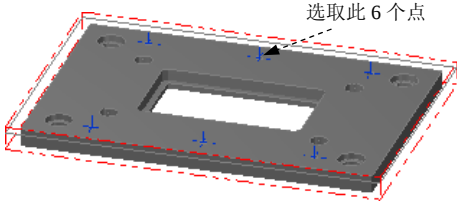

图 2.21 定义钻孔点
Step1. 选择下拉菜单 **T 刀具路径** → **D 钻孔** 命令，系统弹出“选取钻孔的点”对话框，选取图 2.21 所示的圆的中心点（共 6 个）为钻孔点，然后单击  按钮，完成排序方式的设置。